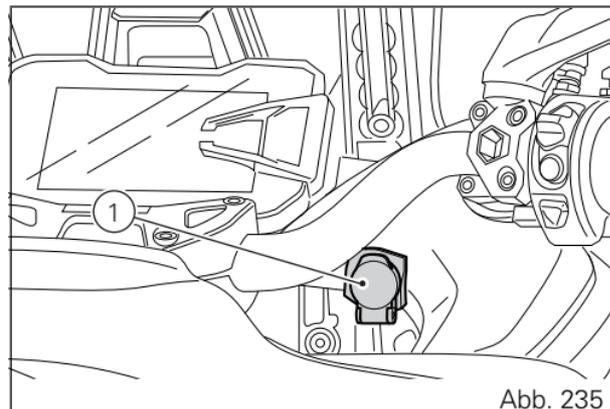

Abb. 235
- Stromanschluss (1, Abb. 235)